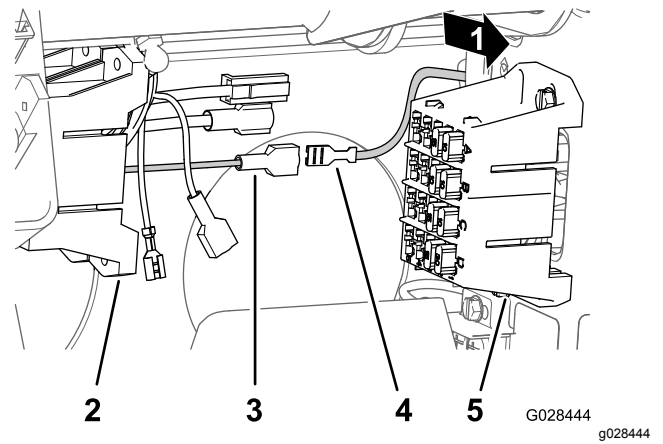

Figura 23
4. Localice el terminal hembra libre sin aislamiento en el extremo del cable de alimentación amarillo del bloque de fusibles de la máquina, y el terminal macho aislado en el extremo del cable de alimentación amarillo opcional del bloque de fusibles del cableado del fumigador (Figura 23).
5. Conecte el terminal hembra sin aislamiento del bloque de fusibles de la máquina al terminal macho aislado del bloque de fusibles del fumigador (Figura 23).